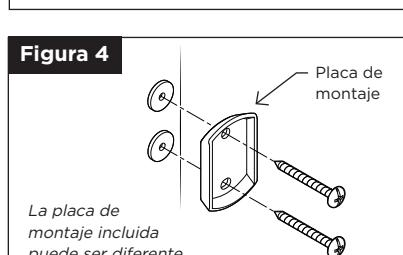

Figura 4
4. Instalación de la placa de montaje (Figura 4)
- Con la superficie plana de la placa de montaje al ras de la pared, alinee los orificios de la placa de montaje con los anclajes (Figura 4).